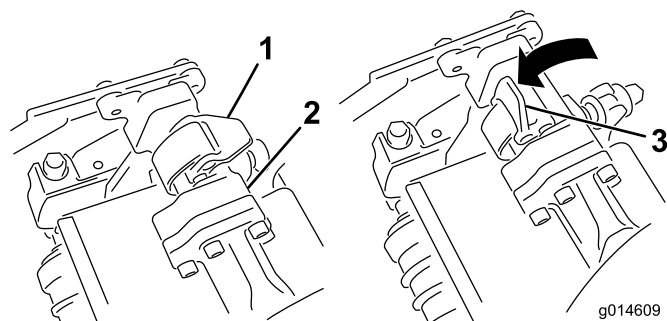
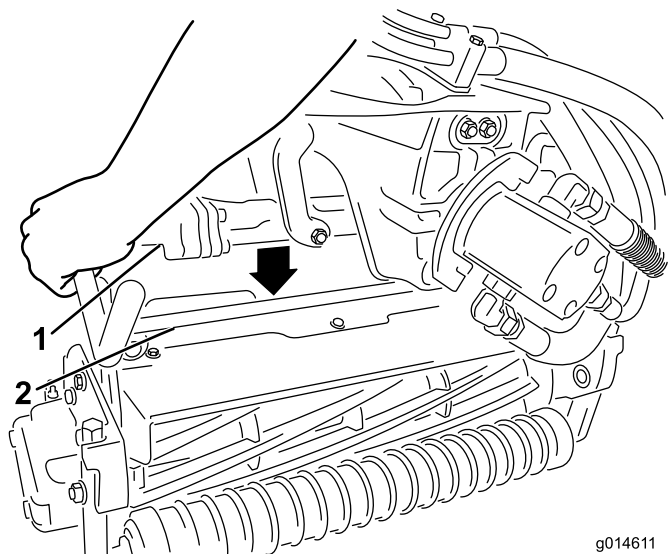

Figure 33
Figure 34
3. Les verrous de la barre de bras de suspension étant orientés en haut (c.-à-d. ouverts) (Figure 33), poussez le bras de suspension vers le bas pour que la barre s'engage sur la barre transversale en haut du plateau de coupe (Figure 34).
4. Fermez les verrous autour de la barre du plateau de coupe et bloquez-les en place (Figure 33).
4. Ouvrez les verrous sur la barre du bras de suspension appartenant au plateau de coupe que vous voulez déposer (Figure 33).